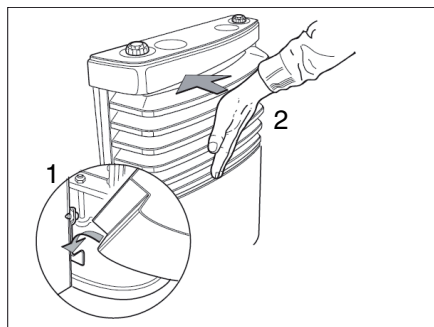

Bild 101 Heizungsverkleidung anbringen
- Heizungsverkleidung montieren. Dazu Verkleidung in die unteren Lager einhängen (Bild 101,1).
- Abdeckung einschwenken bis die Verriegelungshebel hörbar einrasten (Bild 101,2).